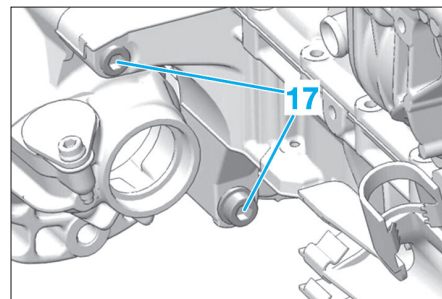

Fig. 7
- Déposer les vis de fixation (17) de la boîte (Fig.7).